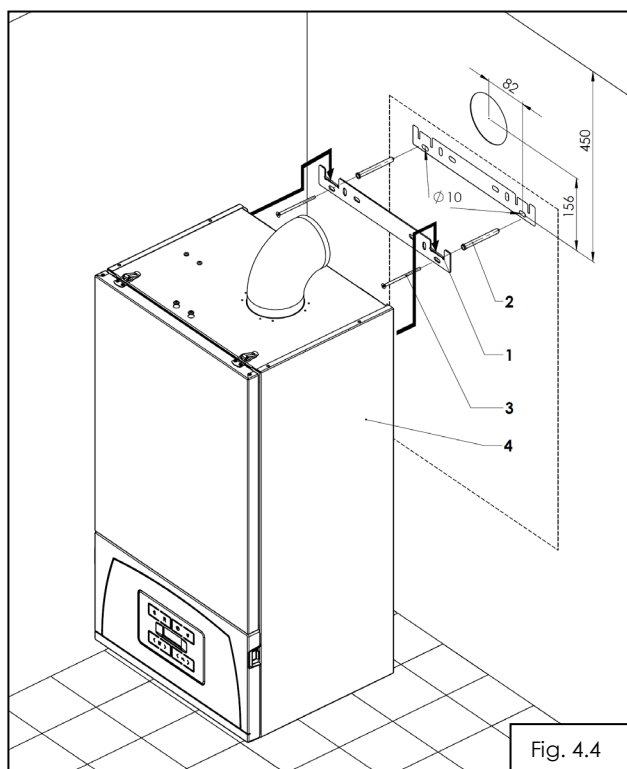

Fig. 4.4
- Executati prin gaurire doua orificii pentru fixarea suportului centrala (1);
- Montati suportul centrala (1) cu diblurile si suruburile furnizate (2,3) pe perete (fig.4.4.a. sau fig.4.4.b. functie de modelul achizitionat);
- Suspendati centrala (4) pe suportul centrala.